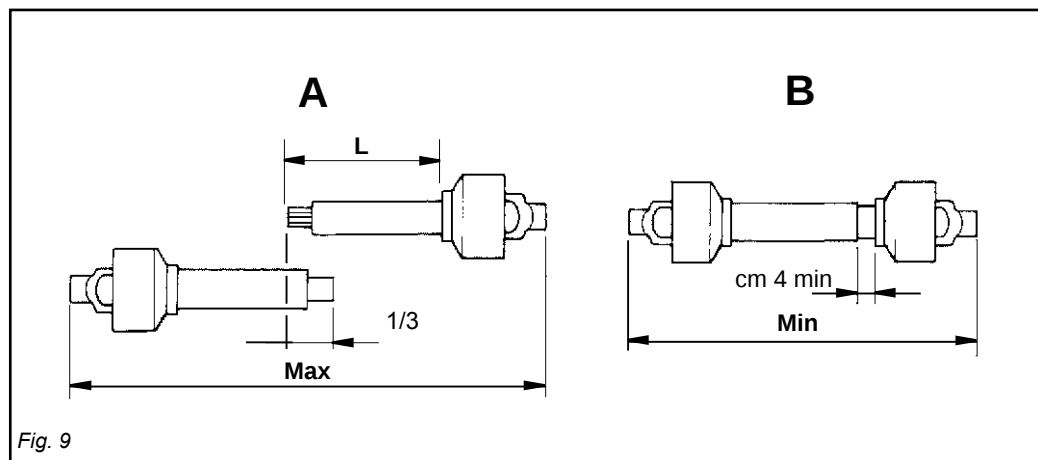

Fig. 9
- Quando è sfilato al massimo, in ogni condizione di lavoro i tubi telescopici devono sovrapporsi per almeno 1/3 della loro lunghezza (A Fig. 9).
- Quando è inserito al massimo il gioco minimo deve essere di 4 cm (B Fig. 9).
- Når den er trukket helt ud skal teleskoprørene under alle arbejdsforhold lappe over hinanden med mindst 1/3 af deres længde (A Fig. 9).
- Når den er sat helt ind, skal spillerummet mindst være 4 cm (B Fig. 9).
- När kardanaxeln är helt utdragen ska de två teleskoprören överlappa varandra med minst 1/3 av sin längd under samtliga arbetsförhållanden (A - Fig. 9).
- När kardanaxeln är helt indragen ska min. spelet vara 4 cm (B - Fig. 9).